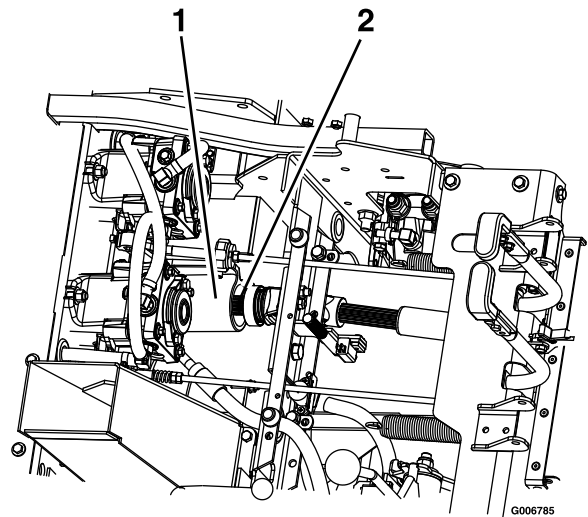

Figura 72
8. Levante el asiento y desconecte el árbol de transmisión usando el acoplamiento rápido del eje secundario (Figura 72).
3. Levante el asiento y conecte el árbol de transmisión al eje secundario (Figura 72)